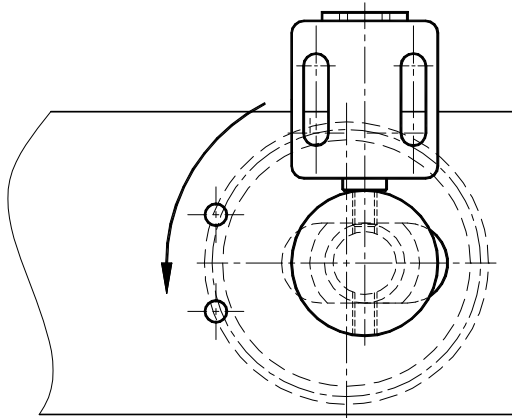
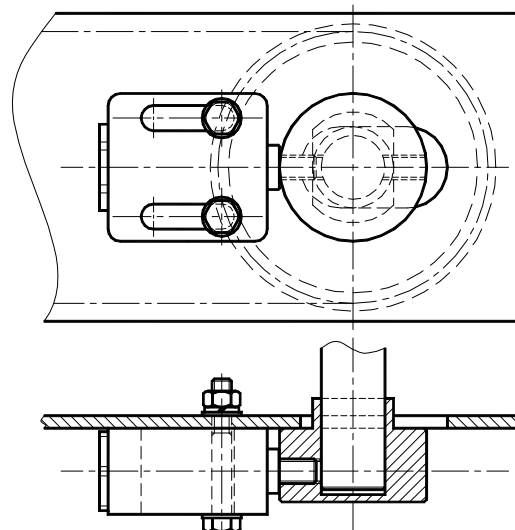

Fig. 1
Fig.2
Le renvoi automatique doit être monté à l'extérieur du dos du transporteur avec le kit de support monté sur la colonne (Fig.1). Le kit doit être installé à l'intérieur de l'alésage avec l'axe perpendiculaire au transporteur. Une fois inséré, le groupe doit être tourné à 90° pour le blocage (Fig.2).
*The automatic return must be positioned on the external side of the conveyor with the support kit installed on the column (Fig.1). The kit must be positioned inside the slot with the axis perpendicular to the conveyor. After the insertion, the whole unit must be rotated of 90° to lock it (Fig.2).*